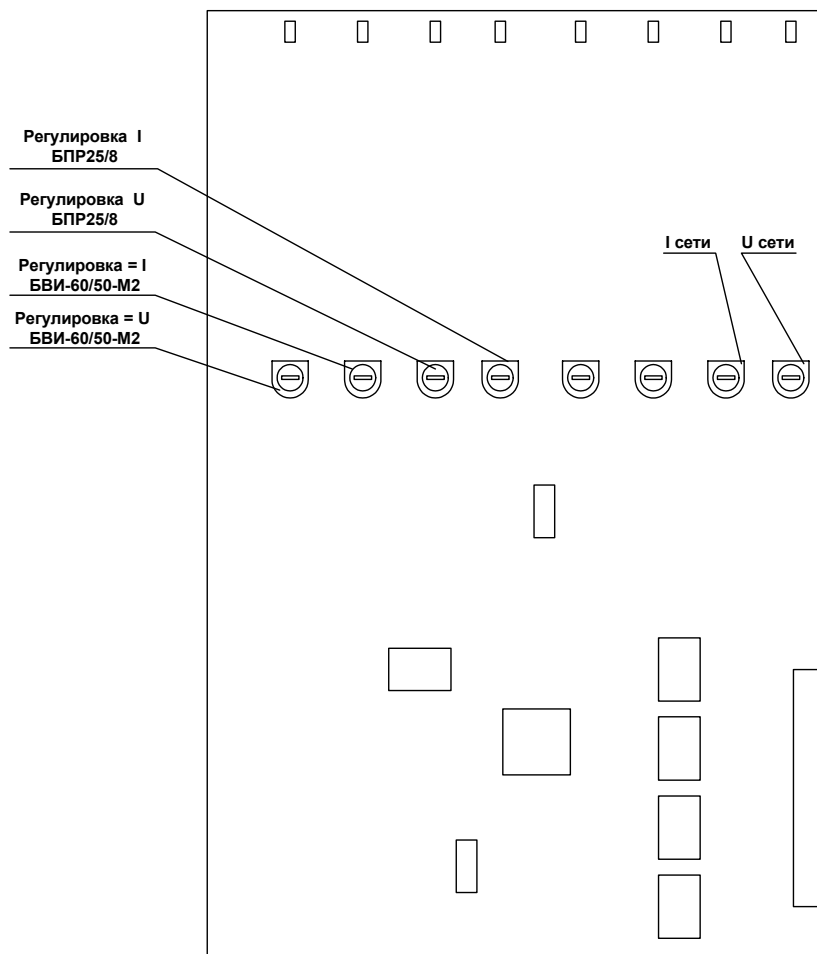

Рис. 1. Схема расположения подстроечных резисторов.
8.5. Регулировки показаний блока управления производятся подстроечными резисторами, расположены на плате микропроцессора (см. рис.1). Плата закреплена у левой боковины блока управления лабораторией.